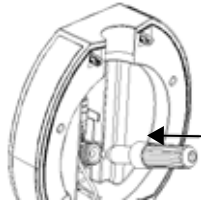

Abb.7
2. Setzen Sie eine neuwertige 16-Gramm-CO₂-Patrone ein (Abb. 7).